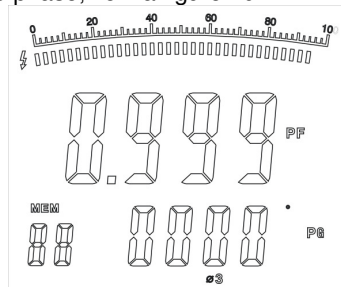

Figure 20
- Appuyez sur SEL pour sélectionner la troisième phase, voir la figure 20.